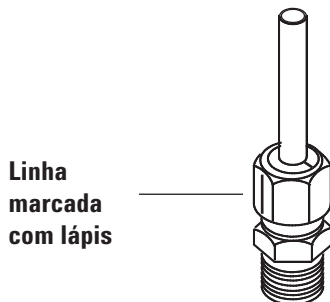

Figura 20 Marcação da conexão
- 7** Marque uma linha com lápis na porca (consulte a Figura 20).